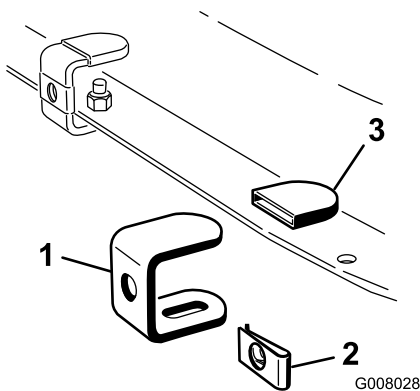

Figura 1
1. Assemblate tre staffe come illustrato in (Figura 1), mediante tre cappucci di gomma, tre piastrine per vite autofilettante e tre staffe.